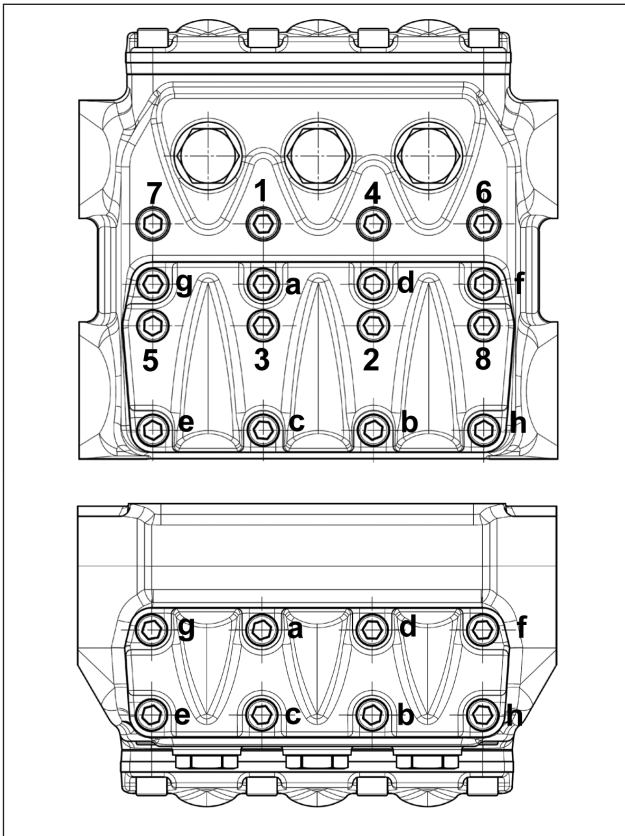

Fig. 47
- *** Los tornillos de fijación de las tapas de las válvulas se deben apretar utilizando una llave dinamométrica, lubricando el pie roscado y respetando el orden contenido en el esquema de la Fig. 47.